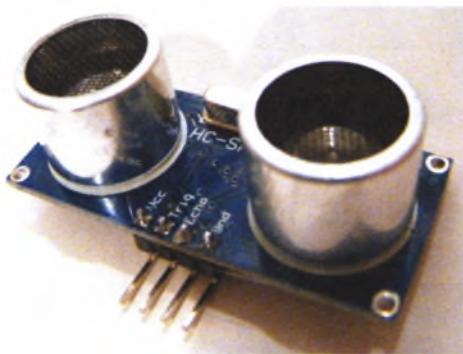

РИСУНОК 18.2
1. Установите ультразвуковой дальномер на макетную плату. Дальномер, который мы используем в этом проекте, имеет четыре ножки, как показано на рис. 18.2. Подключите ножку GND датчика к шине заземления, ножку VCC — к шине питания, а ножки Trig и Echo — к контактам 12 и 13 платы Arduino соответственно.